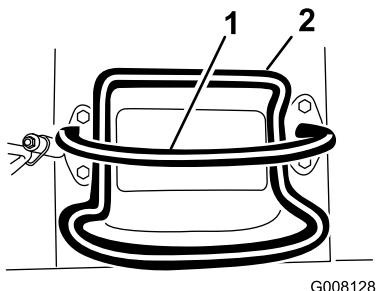
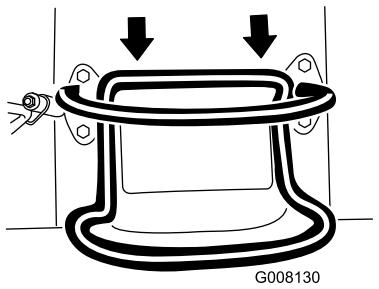

Figura 7
Figura 9
- Para andar para trás, empurre o controlo de tração para trás (Figura 9). Quando fizer marcha-atrás, veja se há obstruções e mantenha as mãos na barra de referência (Figura 7).
- Para parar, solte o controlo de tração (Figura 7).